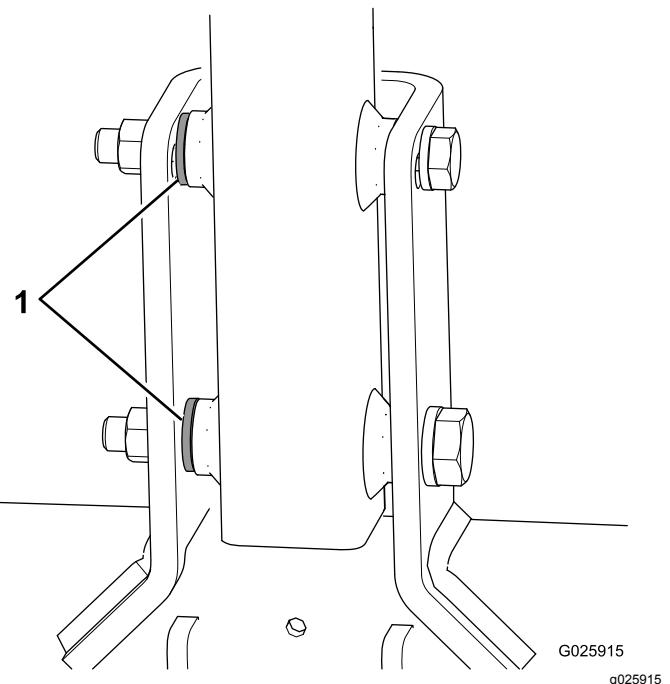

Figura 6
- Si en la máquina se incluye una tercera arandela con cada perno, utilice esas arandelas como espaciadoras entre la barra de tracción y la parte interior del soporte de giro de la barra de tracción (Figura 6).